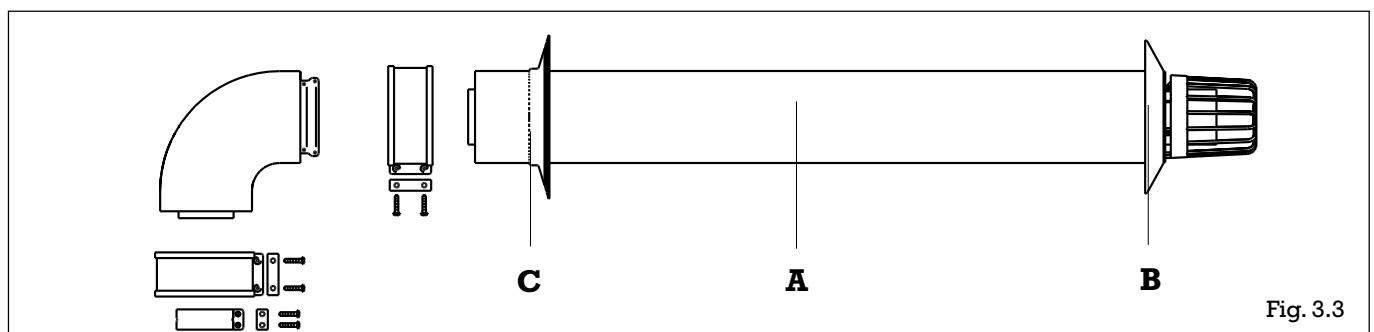

Fig. 3.3
- percer un trou de diamètre 105 mm dans le mur avec une pente de 1% vers l'extérieur. Dans le cas où le terminal ventouse ne peut pas être accessible de l'extérieur, percer un trou de diamètre 120 mm avec pente afin de pouvoir passer par l'intérieur la rosace extérieure (B, fig.3.3);
- préparer le collecteur (A, fig.3.3) en coupant les tubes à la longueur appropriée au type d'installation. Le conduit fumées doit dépasser de 7,5mm le conduit d'air;
- mettre en place le collecteur et positionner la rosace intérieure (C, fig.3.3);